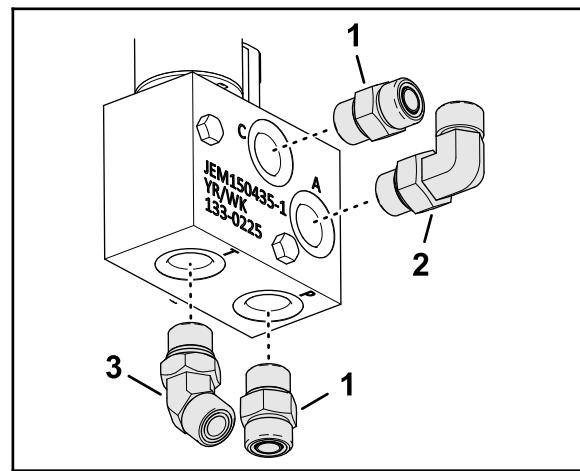

Figure 12
3. Installez des raccords droits dans les orifices C et P de la vanne à faible débit (Figure 12).
4. Installez le raccord à 45° et les raccords à 90° comme montré à la Figure 12.
1. Installez un raccord à 90° dans l'orifice A de la vanne à faible débit (Figure 12).